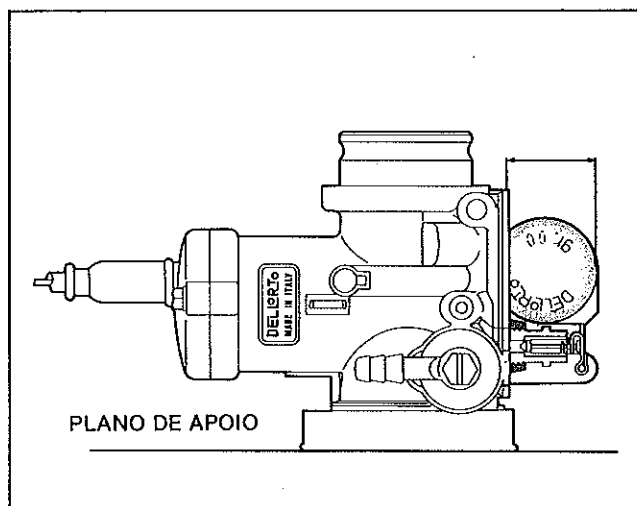

FIG. M65 - POSIÇÃO DA BÓIA
1. Com o carburador posicionado conforme indica a figura M65, verificar se a bóia em relação ao plano do corpo do carburador resulta na faixa de medidas 23,5 a 24,5 mm.